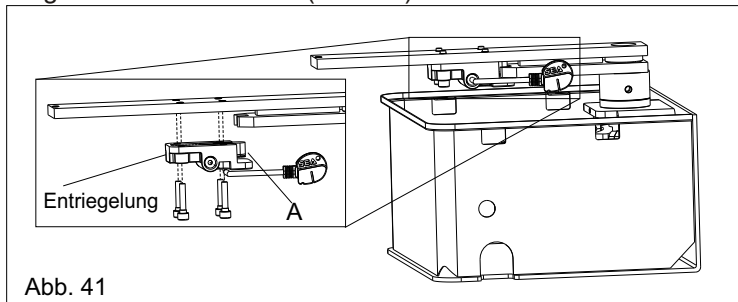

Abb. 41
13.1. Den Aufhängungsstift (A) gut schmieren und das Entriegelungssystem unter den Flügelsatz mit Hilfe der 4 mitgelieferten Schrauben (Abb. 41) montieren.